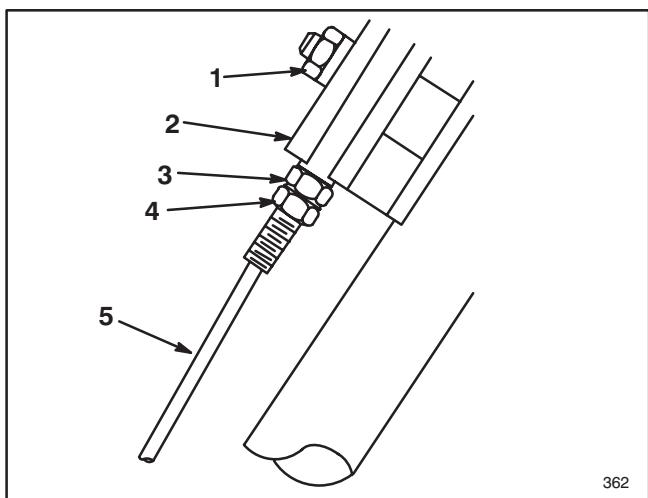

Figure 20
- 2.** Desserrer l'écrou du bloc de support (Fig. 20).
- 3.** Desserrer le contre-écrou inférieur du câble d'entraînement des roues (Fig. 20).
8. Quand le réglage est terminé, le contre-écrou supérieur doit se trouver contre le bloc de support (Fig. 20).